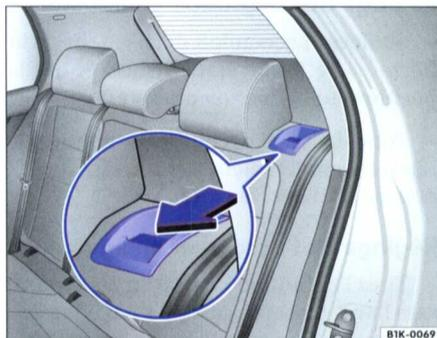

Fig. 59 Banquette arrière : déverrouillage du dossier
– Tirez la touche de déverrouillage respective ⇒ page 74, fig. 59 (sur les dossiers en deux parties) intégrée au dossier dans le sens de la flèche vers l'avant.